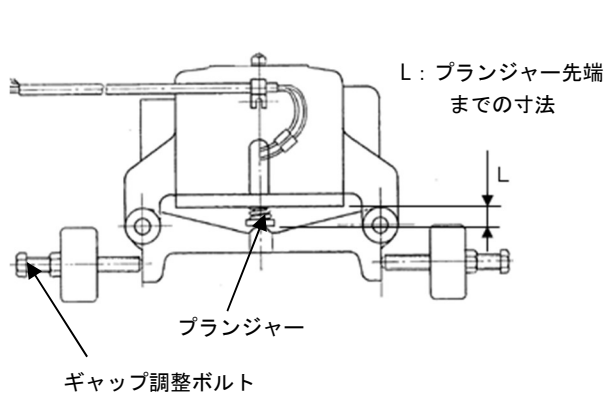

図1 プランジャーストローク寸法
- (1) ブレーキを閉じた状態でのプランジャーストローク寸法 (L) を測定します。(図1)